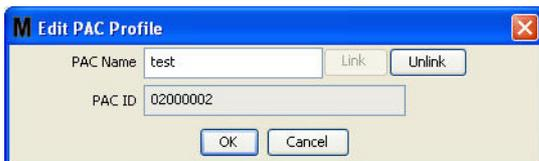

FIG. 117
8. L'écran "Edit PAC Profile" (Modifier le profil de la PAC) illustré dans la FIG. 117 s'affiche. Pour changer le nom de la PAC, saisissez un nouveau nom dans la case "PAC Name" (Nom de la PAC) puis cliquez sur "OK" pour fermer l'écran et enregistrer les modifications.